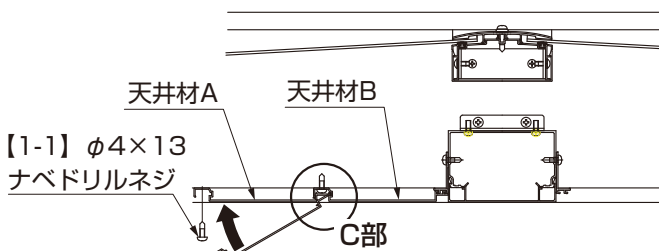

図4-28 天井材Aの取付け
④天井材AをC部に吻合させて【1-1】で天井縦枠、調整フレームに取付けてください。(図4-28参照)